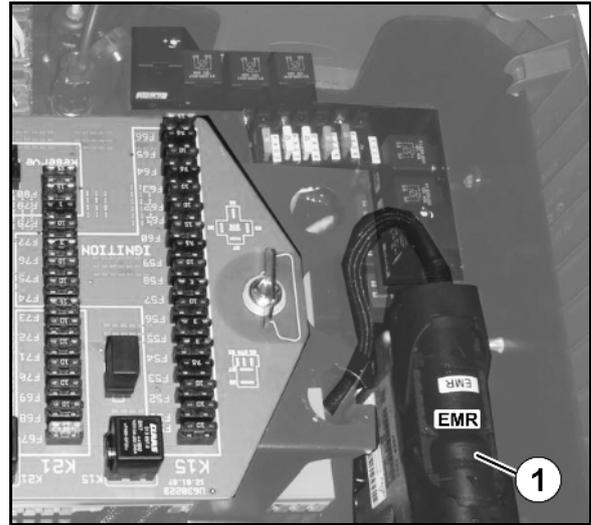

Fig. 149
- Desconecte el conector EMR (Fig. 149/1) de la unidad de control del sistema eléctrico central en la cabina debajo del reposabrazos derecho al lado de la cabina.